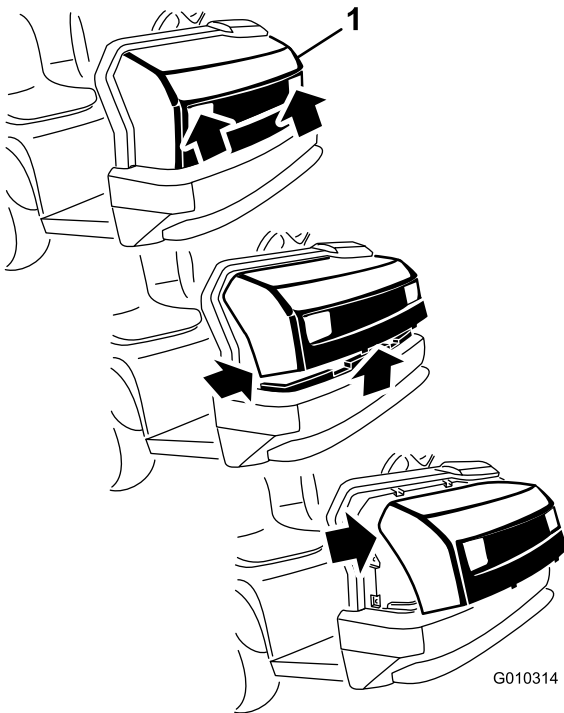

Figura 35
1. Sujete el capó por los orificios de los faros y levántelo para poder liberar las pestañas de montaje inferiores de las ranuras del bastidor (Figura 35).
2. Gire hacia arriba la parte inferior del capó hasta que pueda retirar las pestañas de montaje superiores de las ranuras del bastidor (Figura 35).
3. Gire hacia adelante la parte superior del capó y desenchufe los conectores de cables de los faros (Figura 35).
2. Introduzca las pestañas de montaje superiores en las ranuras del bastidor (Figura 35).
3. Introduzca las pestañas de montaje inferiores en las ranuras del bastidor (Figura 35).